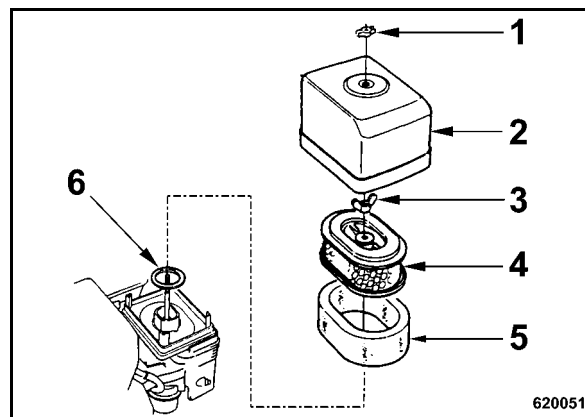

рис. 44
- Открутить гайку-барашек (1) (рис. 44) и снять крышку корпуса (2).
- Открутить гайку-барашек (3) и снять бумажную вставку (4) с пенообразной вставкой (5).
- Проверить резиновую прокладку (6); при необходимости, заменить.